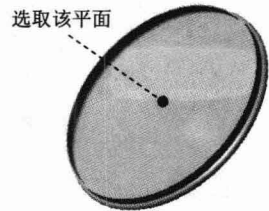

图 1.13 定义附着面
(3) 选择命令。选择下拉菜单 **插入** → **Stamping** → **User Stamp...** 命令。
(4) 定义附着面。在绘图区选取图 1.13 所示的模型表面为附着面。